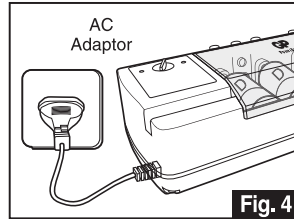

Fig. 4
3. Podłączyć przewód zasilający gniazda sieciowego (Fig. 4).